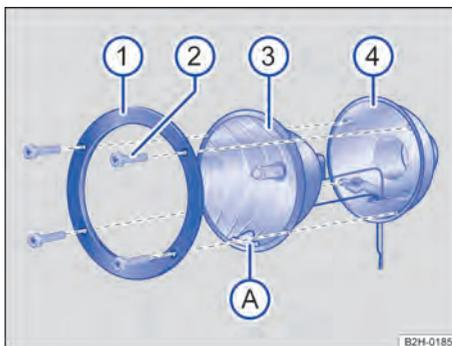
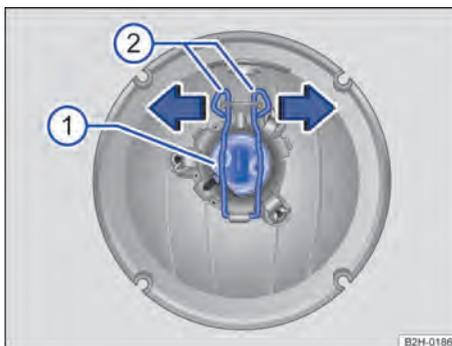

Fig. 151 Iluminação adicional no teto do veículo: desinstalar o vidro da lâmpada.
Fig. 152 Iluminação adicional no teto do veículo: trocar a lâmpada incandescente.
→ Fig. 151 e → Fig. 152
- ① Observar a lista de controle e executar as ações → Página 179.
- ② Soltar os parafusos com a chave das ferramentas de bordo → Fig. 151 ②.
- ③ Retirar o anel de suporte → Fig. 151 ① da carcaça do refletor ③.
- ④ Retirar a carcaça do refletor → Fig. 151 ③ com cuidado da carcaça do farol ④.
- ⑤ Tirar o cabo do suporte da lâmpada.
- ⑥ Pressionar as travas para baixo e desprender no sentido da seta → Fig. 152 ②.
- ⑦ Retirar o suporte da lâmpada da carcaça do refletor → Fig. 152 ①.
- ⑧ Substituir a lâmpada incandescente queimada por uma lâmpada incandescente nova do mesmo modelo.
- ⑨ Recolocar o suporte da lâmpada.
- ⑩ Pressionar as travas para baixo e prender no sentido contrário da seta → Fig. 152 ②.
- ⑪ Encaixar o cabo no suporte das lâmpadas.
- ⑫ Colocar a carcaça do refletor → Fig. 151 ③ na carcaça do farol ④. A marca A deve apontar para baixo ① → ①.
- ⑬ Colocar o anel de suporte na carcaça do refletor → Fig. 151 ①.
- ⑭ Apertar os parafusos com a chave → Fig. 151 ②.
Instalar a carcaça do refletor sempre com a marca → Fig. 151 ① A para baixo. Caso contrário, a umidade não pode sair da carcaça do refletor e o farol pode ser danificado.